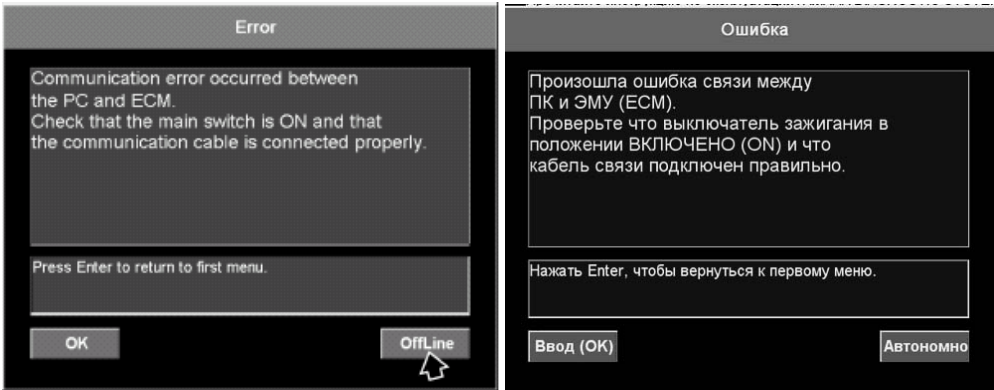

Рис. 59
2. Когда появляется диалог “ошибки связи”, щелкните Автономно(OffLine). (Рис. 59)